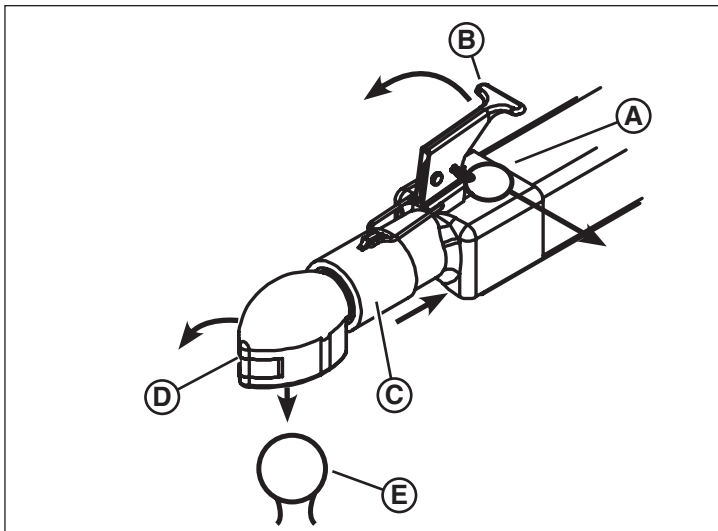

Figure 13
1. S'assurer que l'attelage est ouvert : Retirer la goupille (A, Figure 13) du verrou (B) et soulever le verrou. S'assurer que le capuchon de l'attelage (D) est ouvert et retient le collier (C) vers l'arrière.
2. Abaisser la remorque sur la boule de l'attelage (E, Figure 13).